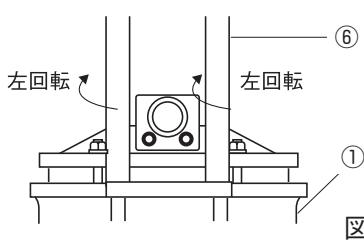

図 31
2. ヨークの取り外し：ヨーク⑥を左回転させながら、弁箱①より取り外します。ヨーク⑥の二面取り部にスパナ等をかけ、ヨーク⑥を回してください。(図 31)